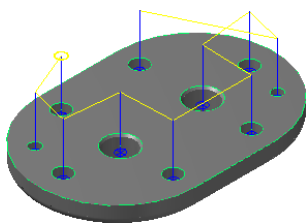

图 16.11 刀具路径
(1) 在“2D 刀具路径-钻孔/全圆铣削 深孔钻-无啄孔”对话框的刀具列表中双击该刀具，系统弹出“定义刀具-机床群组-1”对话框。
(2) 设置刀具号码。在“定义刀具-机床群组-1”对话框中的**刀具号码**文本框中，将原有的数值改为 3。
(3) 设置刀具的加工参数。单击**参数**选项卡，在**进给率**文本框中输入值 100.0，在**下刀速率**文本框中输入值 50.0，在**提刀速率**文本框中输入值 500.0，在**主轴转速**文本框中输入值 1000.0。
(4) 设置冷却方式。在**参数**选项卡中单击**Coolant...**按钮，系统弹出“Coolant...”对话框，在**Flood**（切削液）下拉列表中选择**On**选项。单击该对话框中的**✓**按钮，关闭“Coolant...”对话框。
(5) 单击“定义刀具-机床群组-1”对话框中的**✓**按钮，完成刀具参数的设置。
Step6. 设置加工参数。在“2D 刀具路径 - 钻孔/全圆铣削 深孔钻-无啄孔”对话框的左侧节点列表中，单击**共同参数**节点，在**深度...**文本框中输入值-11.0。单击“2D 刀具路径 - 钻孔/全圆铣削 深孔钻-无啄孔”对话框中的**✓**按钮，完成加工参数的设置，此时系统将自动生成图 16.11 所示的刀具路径。